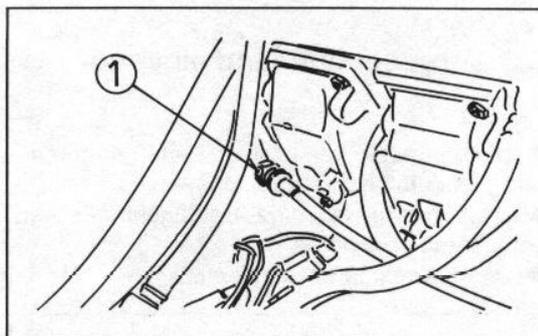

Bild 42
- Die Leerlaufdrehzahl einregulieren, wie vorstehend beschrieben (Bild 42).